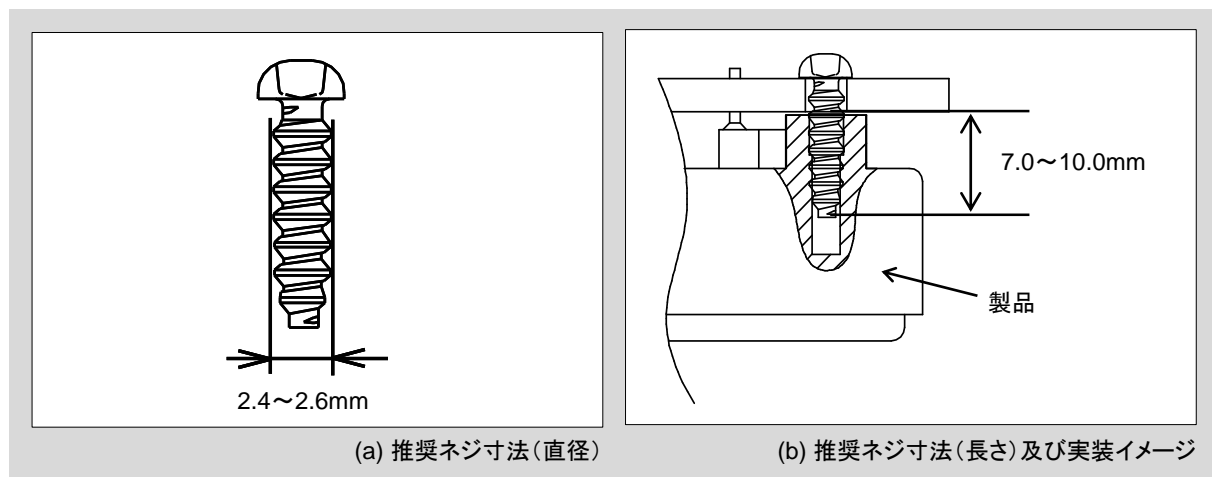

図5 推奨ネジの寸法及び実装イメージ
1. 製品へのPCBの固定には、セルフタッピングネジを使用して下さい。図5に示すように、直径は2.4～2.6mm、長さはプリント基板の下面から7.0～10.0mmとなるネジをご使用下さい。